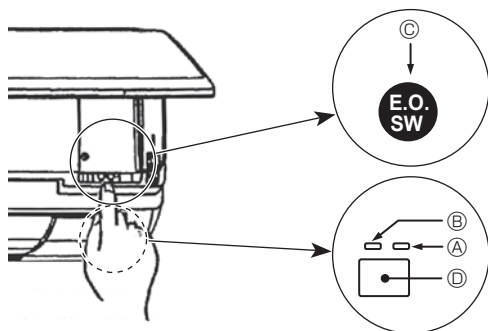

Fig. 5-2
- Per arrestare il funzionamento, premere il tasto ③ o il tasto ④ per più di 2 secondi.
[Fig. 5-2] ① Spia DEFROST/STAND BY (Arancio)
② Spia di funzionamento (Verde)
③ Interruttore del funzionamento di emergenza (riscaldamento/raffreddamento)
④ Ricevitore
- Controllare "COOL/HEAT" sul display del monitor di funzionamento (il display viene visualizzato di colore arancio ① per 5 secondi dopo la pressione dell'interruttore).